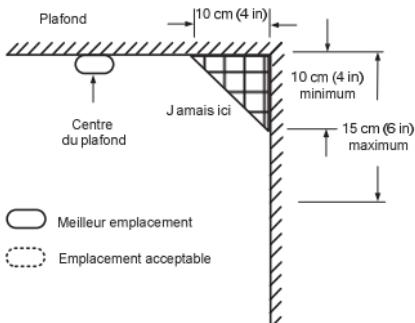

Figure 4: Les emplacements les plus recommandés et les emplacements acceptables pour monter les détecteurs de fumée et de chaleur
- montage au mur est permis par les normes locales et nationales, placez les détecteurs au mur à 10 à 15 cm du plafond, voir aussi la figure 4.
- ◆ Les volumes morts se trouvent souvent au sommet des toits pentus ou dans les coins entre les plafonds et les murs. Les volumes morts peuvent empêcher la fumée d'atteindre un détecteur. Voir les figures 4 et 5 pour les emplacements de montage recommandés.